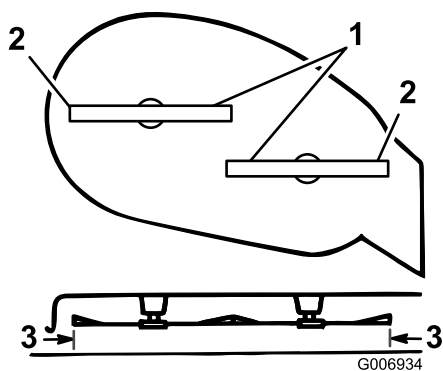

Figura 39
5. Ruotate con cautela le lame da un lato all'altro (Figura 39).
6. Misurate la distanza tra i taglianti esterni e la superficie piatta (Figura 39). Se entrambe le misurazioni non sono comprese in 5 mm, regolatela; proseguite l'operazione.